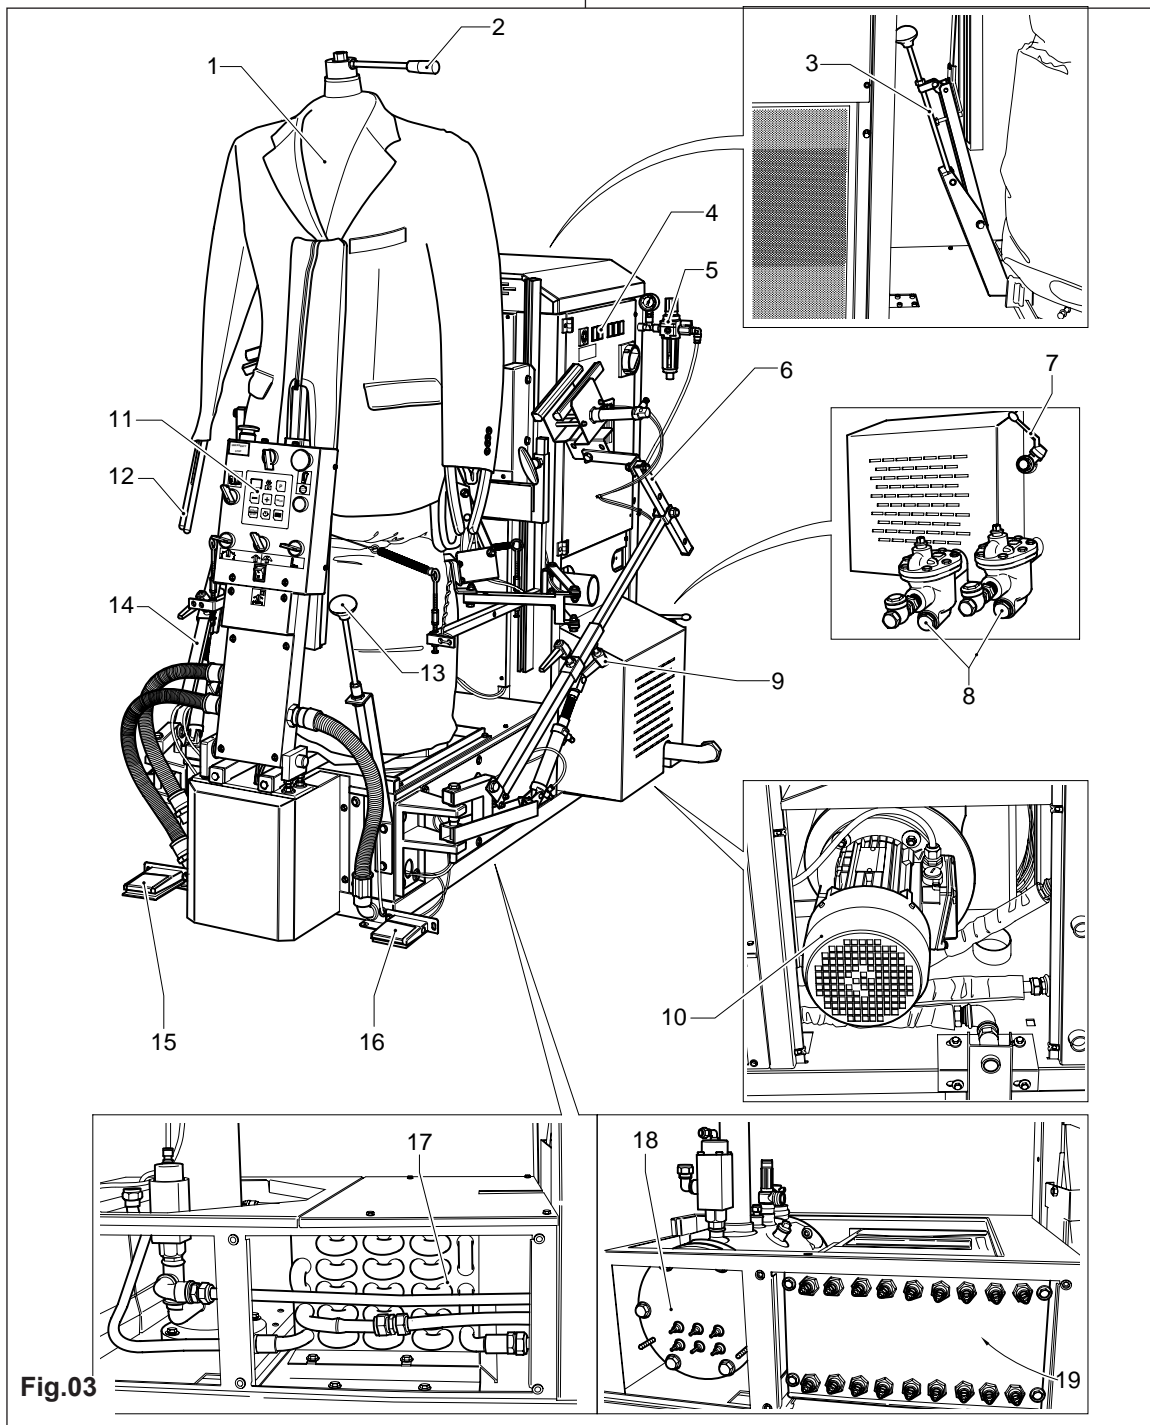

Fig.03
- b) Den Druckluftversorgungshahn öffnen (5) Fig.03, und eventuelles Kondenswasser im Tassen-Luftfilter ablassen. Luftdruck auf 7 bar einstellen